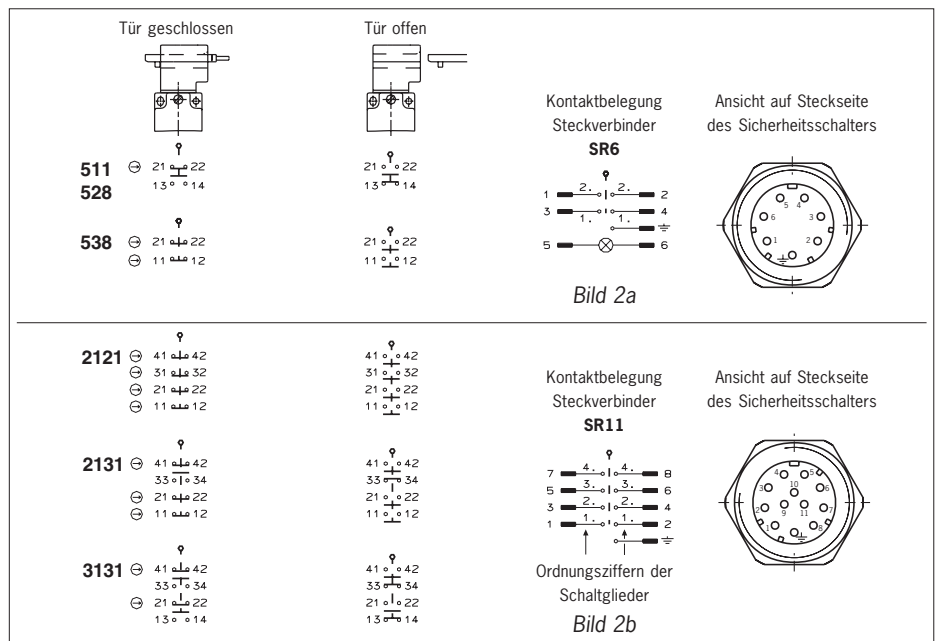

Bild 2: Schaltelemente mit Schaltfunktionen und Steckerbelegung
- ▶ Kontaktbelegung siehe Bild 2.